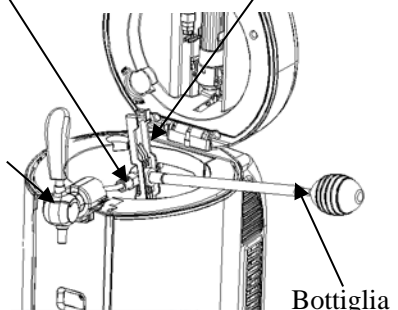
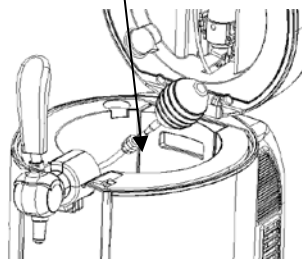

Figura 29
Figura 30
2. Collegare l'estremità del perno perforante, far scorrere l'acqua nel perno per pulire il tubo del perno, e spingere l'acqua fuori dal tubo della birra all'estremità opposta. Ripetere queste operazioni di pulizia fino a quando il tubo della birra sarà pulito (saranno necessarie almeno 3 bottiglie di acqua calda), si prega di pulire il meccanismo del rubinetto della birra come mostrato in figura 30. Nota: Si prega di smontare il rubinetto quando si effettuano le operazioni di pulizia. (Come mostrato in figura 29)